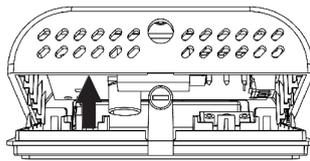

Рис. 5
3. Поднимите крышку, слегка надавливая на нее, пока она не будет полностью извлечена (Рис. 5).